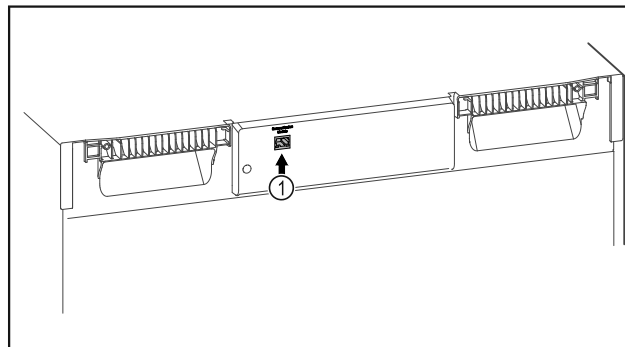

Fig. 150
- Moduli SmartModule Fig. 150 (1) është vendosur.